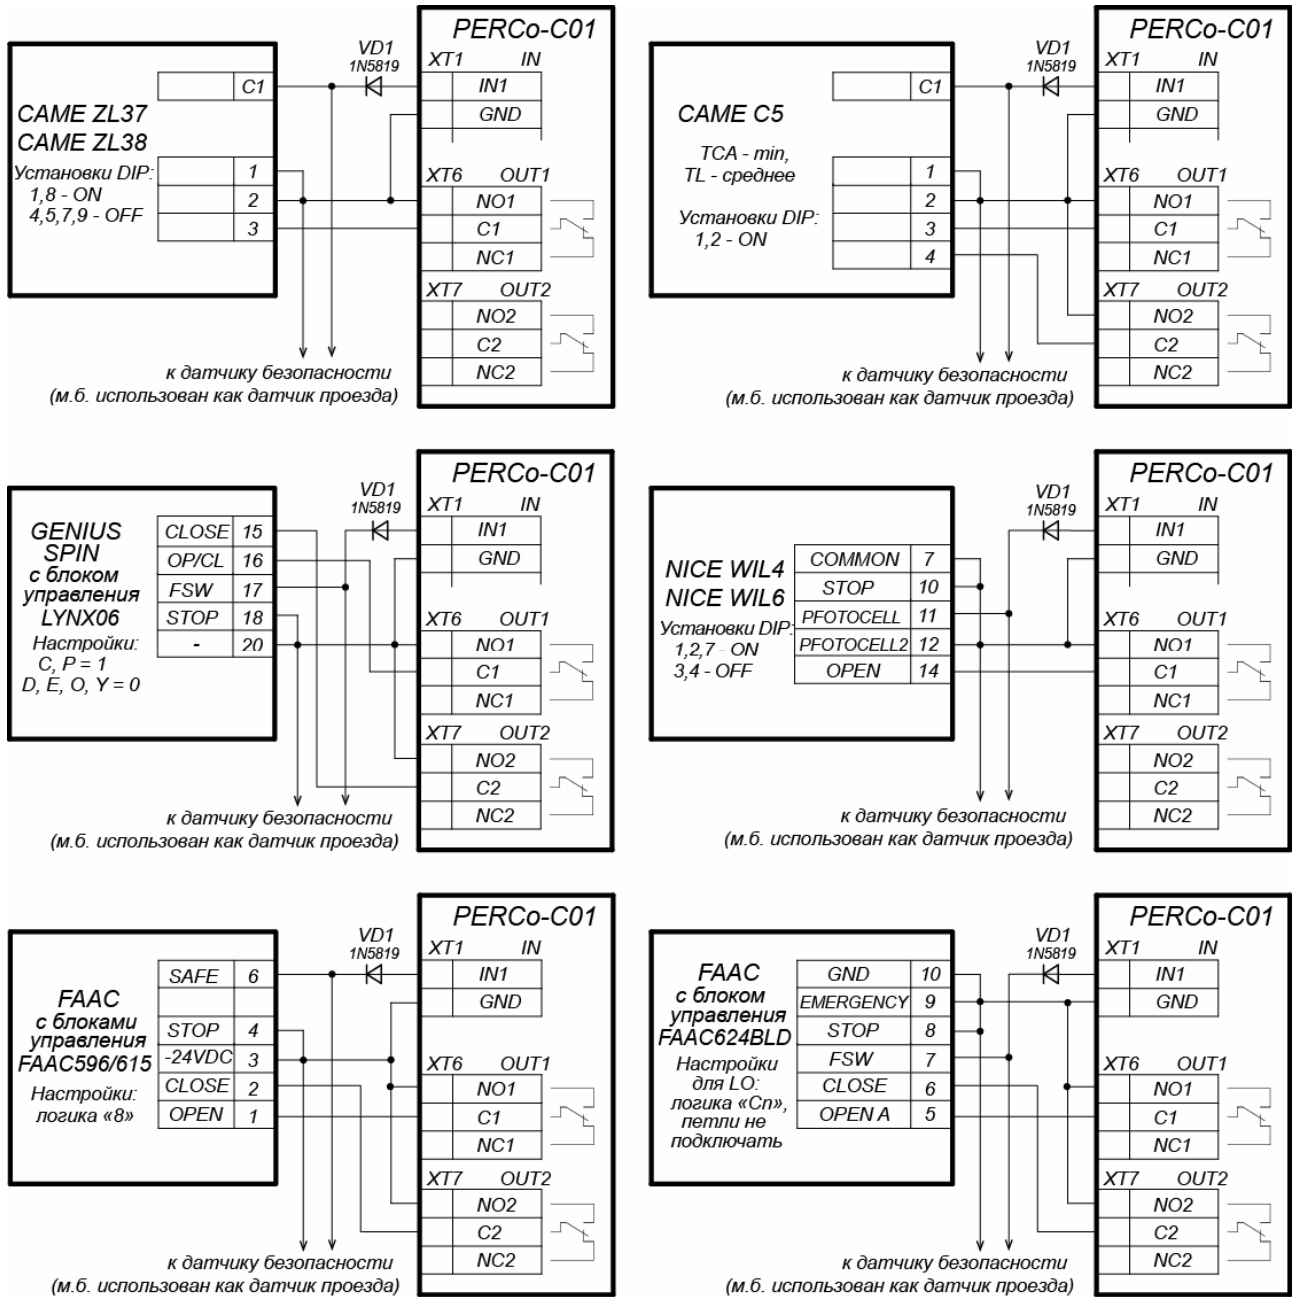

Рисунок 11. Примеры схем подключения шлагбаумов к контроллеру
2. Типовые схемы подключения ИУ АТП представлены на рис. 11.